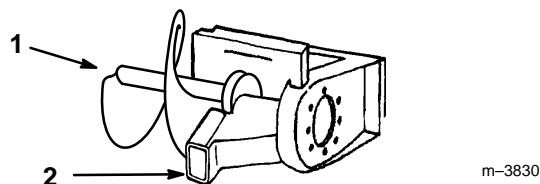

Abbildung 4
3. Die Schraube entfernen, mit der die Schuttschindel befestigt ist, und die Spindel abnehmen (Abb. 4).
4. Den Schlüssel von der Seite des Einstellgehäuses entfernen (Abb. 4).